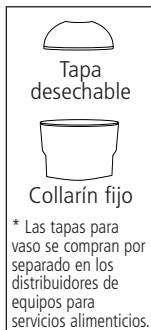
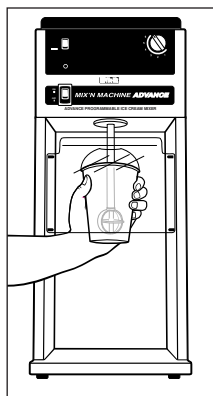

Figura 1
Figura 2
4. Tape el vaso (véase la Figura 1). Sostenga el vaso (y la tapa o el collarín) firmemente con la mano (**por los lados, no por la parte inferior**) y colóquelo debajo del protector antispaladuras. Coloque el vaso debajo del agitador y levántelo hasta que el extremo del agitador toque la parte inferior del vaso. Consulte la Figura 2.